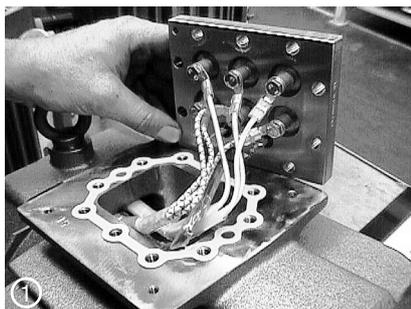

Abb. 2 / fig. 2 / fig. 2
- 2.4 Befestigungsschrauben des Klemmbrettes lösen. Klemmbrett umklappen (Abb. 2).
- 2.4 Unscrew the fastening screw of the terminal board. Tip the terminal board over (fig. 2).
- 2.4 Desserrer les vis de fixation de la planche à bornes. Retourner la planche à bornes (fig. 2).